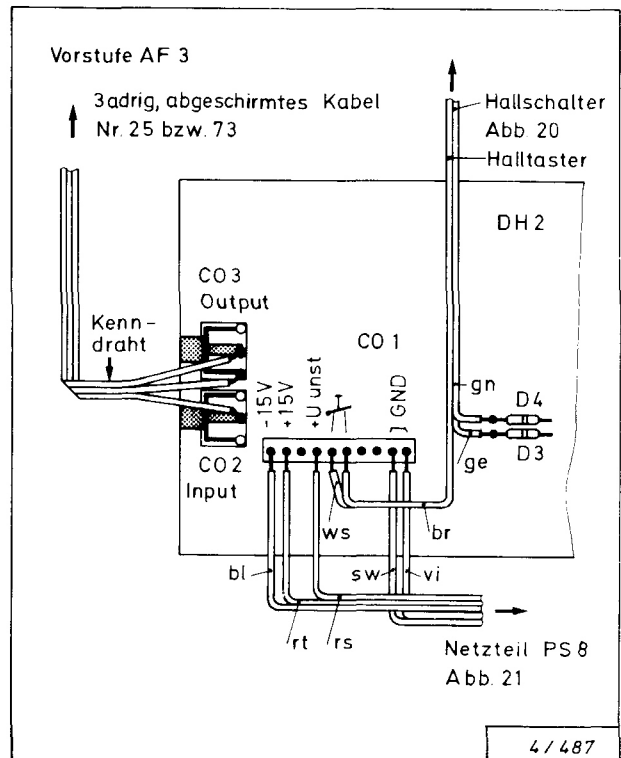
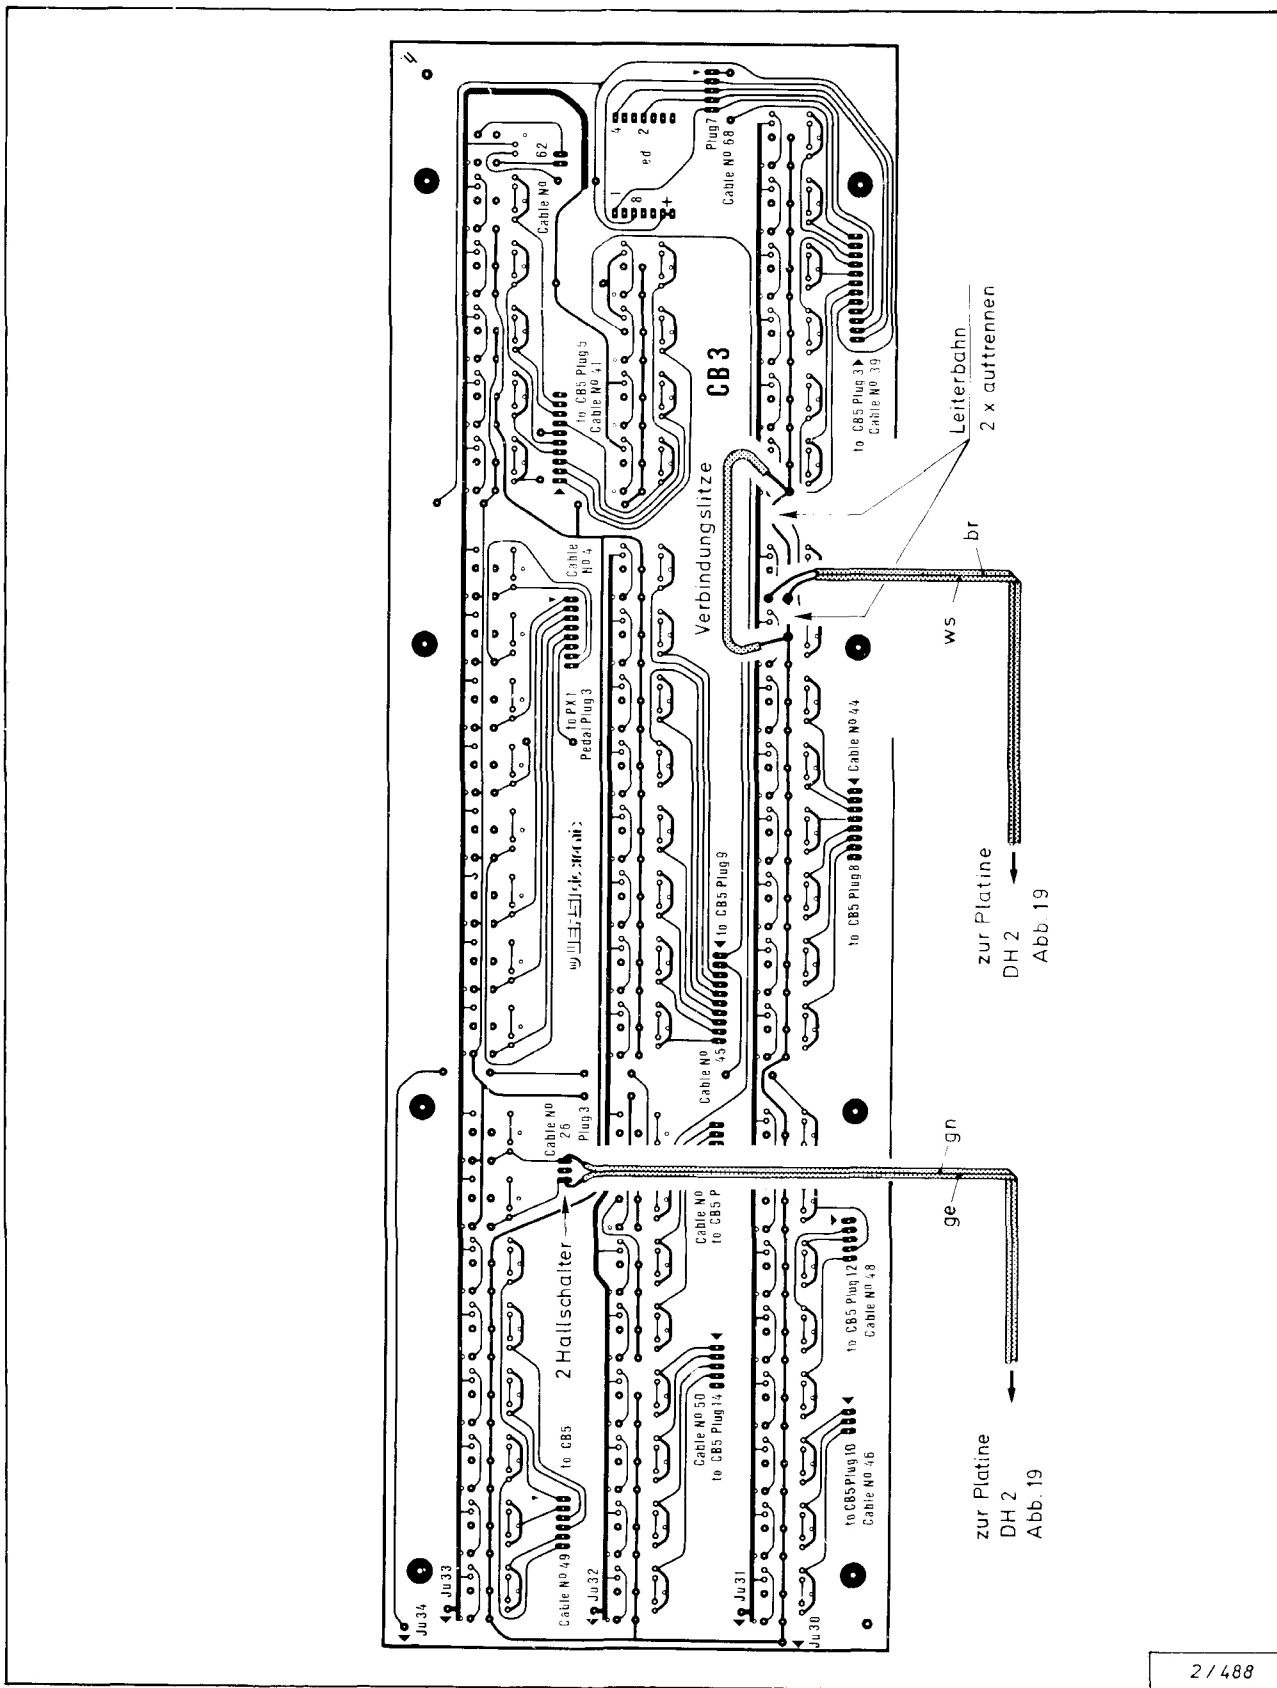

Abb. 19: DH 2-Anschluß in der Comet
Abb. 20: Frontblendenanschluß Comet
2. Das Kabel 25 (bzw. bei externem Hall das Kabel 73 von der Platine DT 1 im Netzbaustein ablöten und) direkt auf die DH 2-Platine auflöten (Abb. 19).
3. Vom gelieferten Flachkabel jeweils die beiden Adern weiß + braun und grün + gelb gemeinsam abtrennen. Grün + gelb nach Abb. 19 direkt auf die DH 2-Platine auflöten. (DH 2 im S-Modell nun an ehemaliger Position "Hallspirale" montieren, Material lt. Stückliste 3).
4. Die grün-gelbe Doppelleitung zur Schalterplatine CB 3 verlegen, entsprechend kürzen und dort an Plug 3 mit zu Kabel 26 löten (Abb. 20). Das Flachkabel mit den Klebeschellen so befestigen, daß die Frontblende weiterhin schwenkbar bleibt.
6. Den "Aux."-Taster von der Programm-Spannung "Us" entkoppeln. Leiterbahn nach Abb. 20 auftrennen. Für die Drahtbrücke einen Rest Litze (Abfall vom 10-adrigen Flachkabel) verwenden.
7. Die Doppellitze weiß-braun nach Abb. 20 an den "neuen" Taster anlöten. Diese Leitung gemeinsam mit der gelb-grünen zur DH 2-Platine verlegen und dort nach Abb. 19 anschließen (Anschlagkontakte und Buchsengehäuse nach Stückliste 3).